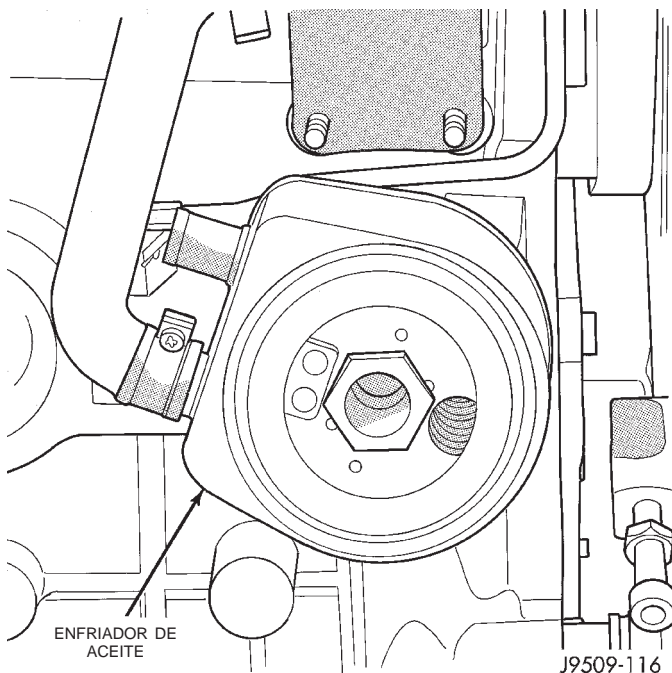

Fig. 53 Enfriador de aceite
(5) Retire el perno del adaptador del enfriador de aceite.
(6) Retire el enfriador de aceite (Fig. 53).